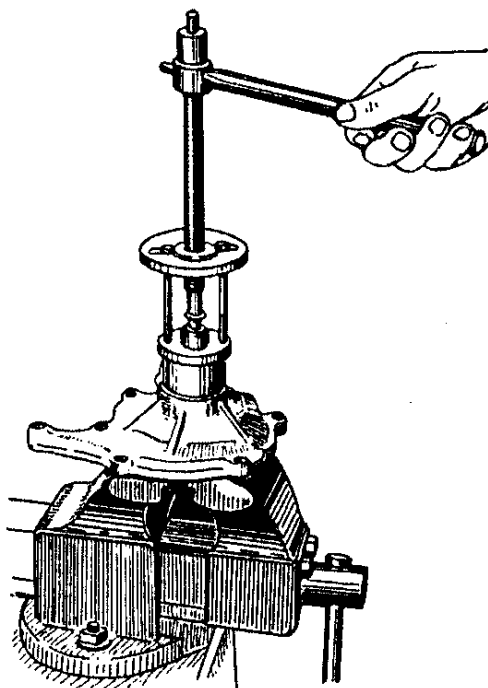

Рис.82. Снятие ступицы шкива водяного насоса
3. Снять ступицу шкива съемником (приспособление 6999-7697), как показано рис.82.